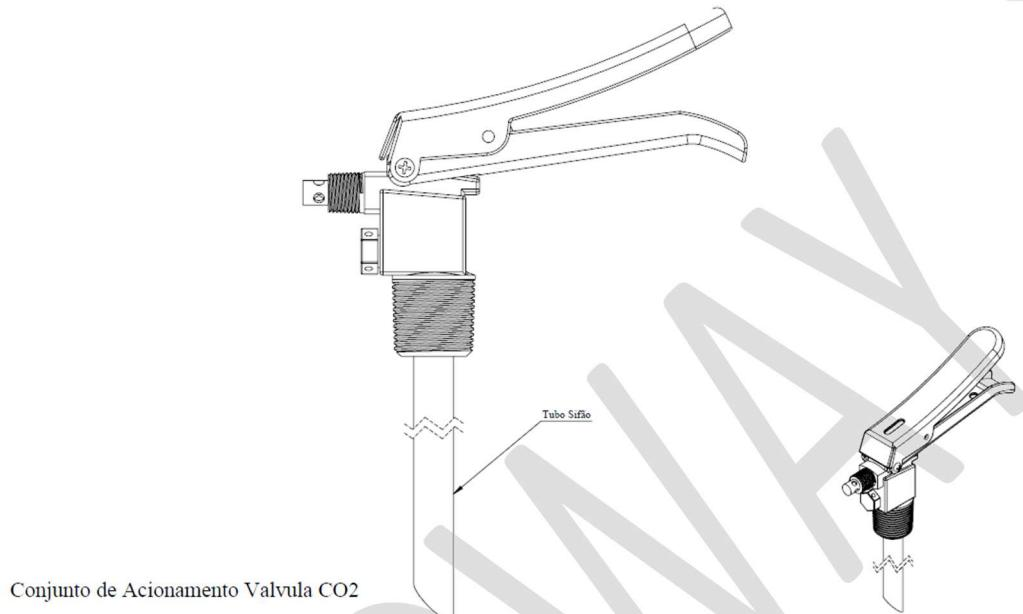

Figura 8: Conjunto válvula de acionamento e Sifão CO2
- ✓ Verifique se o conjunto de acionamento (cabo, gatilho e rebite da válvula (vide figura 8 e 9), está livre de sujeira, ferrugem ou com dificuldade de movimentos. Caso haja corrosão, troque o cabo e o gatilho ou descarte a válvula;